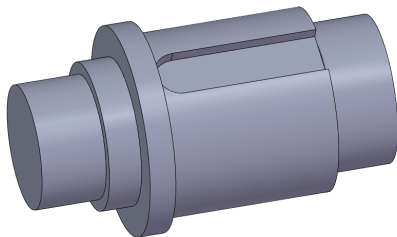

图 8-25 打开素材模型
(1) 单击常用工具栏中的【打开】按钮，打开一幅素材模型，如图 8-25 所示。